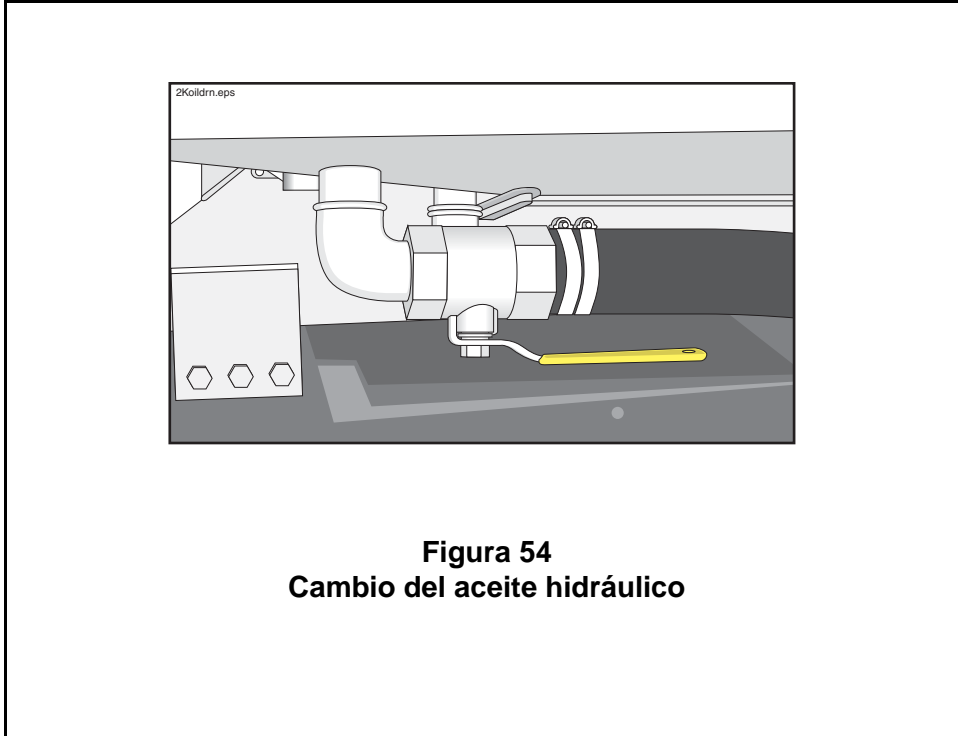

Figura 54
- c. Drene el aceite viejo a barriles o a otro receptáculo de aceite usado. Se puede extraer el aceite con una bomba de la cubierta de inspección arriba del tanque, o se lo puede drenar por la parte inferior del tanque (Figura 54).